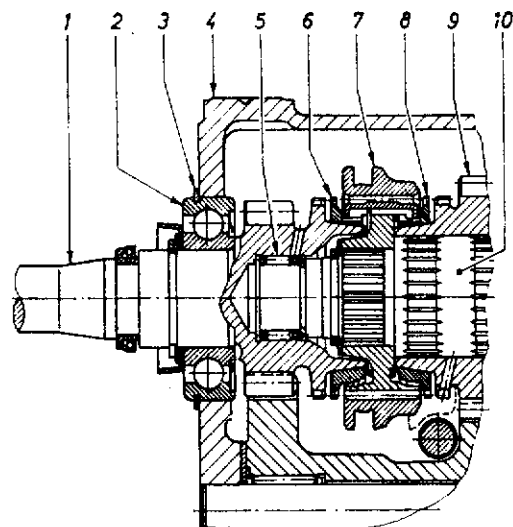

Fig. 46. — Détail de l'assemblage arbre primaire - arbre secondaire
- Enduire de graisse le roulement 5 (fig. 46) et le mettre en place sur l'arbre primaire.
- Placer l'anneau synchro de 3° 6 (fig. 46) dans le moyeu 7 (tenir compte des repères).